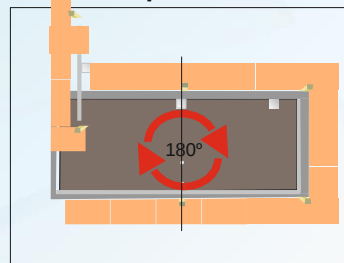

рис. 1.2
- Достаньте стеклянное полотно, и разверните его на 180° относительно средней дверной петли(рис. 1.2).